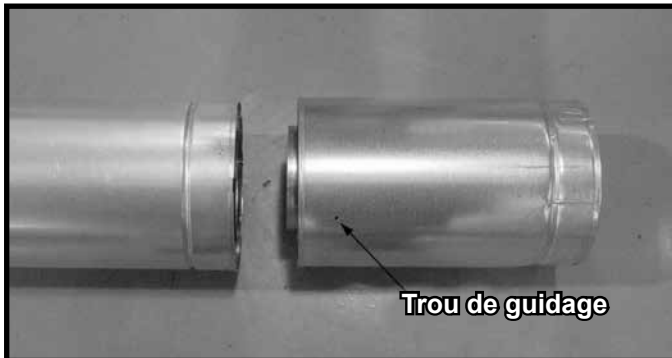

Figure 10.3 Trous de guidage de la section coulissante
- Glissez le col intérieur de la section coulissante dans la section intérieure de tuyau et la conduite extérieure de la section coulissante par-dessus la section extérieure du tuyau. Voir la figure 10.3.